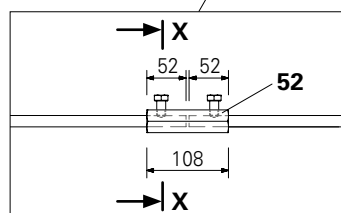

Fig. A7.04b
5. Drej sekskantmøtrikken tilbage indtil ankerstavens flade side står lodret i forhold til bolten. (Fig. A7.04b + c)
6. Spænd den anden sekskantsbolt (**52.2**) fast med håndkraft. (Fig. A7.04b + c)
- Kontroller at boltene M12 x 20 i LGS forbinderne sidder ordentligt fast. (Fig. A7.04b + c)